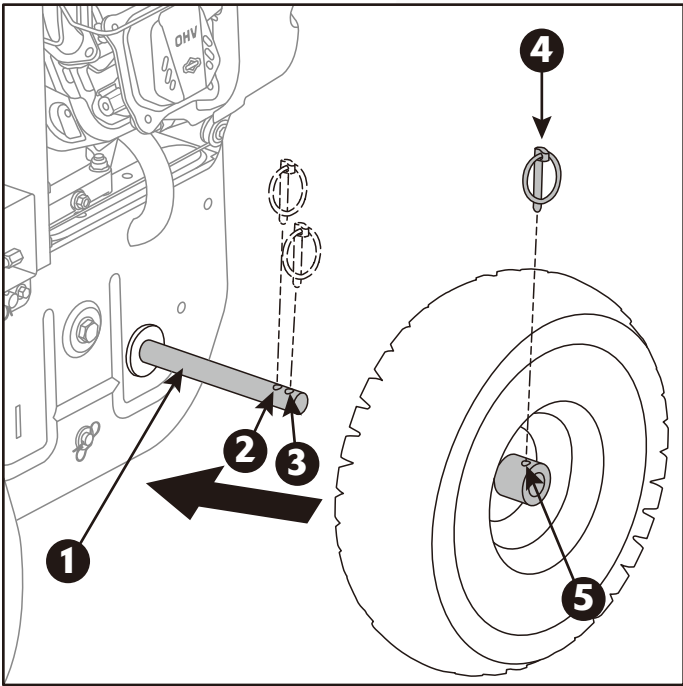

Figura 2A
- Retire el pasador del eje que asegura la rueda y luego deslice y retire la rueda del eje de la rueda. (Figura 2A)
AVISO: El eje de la rueda izquierda tiene un agujero interno y otro externo donde se puede insertar el pasador del eje (Figura 2A). Alinee el agujero de la rueda con el agujero interno del eje y asegure la rueda con el pasador del eje para evitar que la sopladora de nieve gire libremente. Esto proporcionará la mayor tracción. Colocar el pasador en el agujero externo del eje con el eje de la rueda contra el cuerpo de la sopladora de nieve permitirá que la unidad gire libremente.